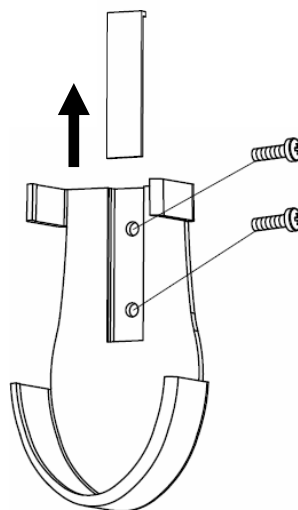

Imagen 14a
2. Quite el tornillo de la tapa; instale el portamandos con los 2 tornillos; y vuelva a poner la tapa del tornillo (imagen 14a).